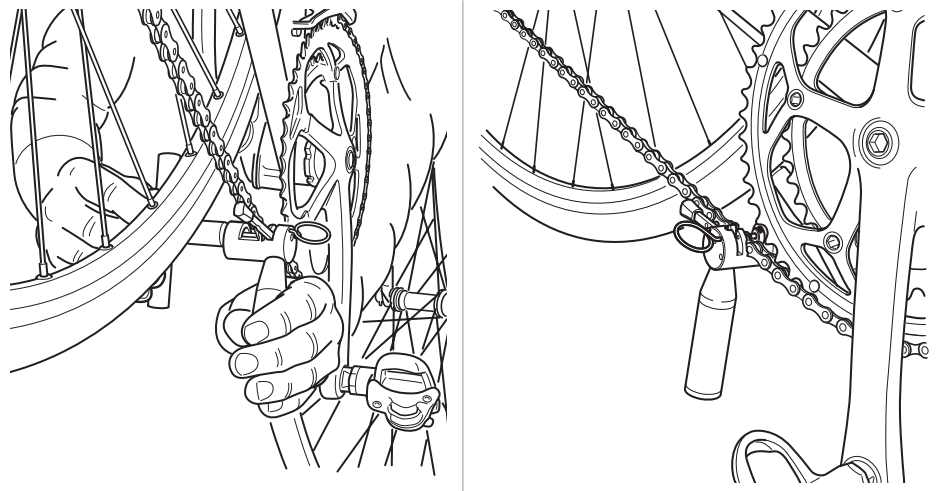

Abb.10
• Das Werkzeug UT-CN400 (12s) / UT-CN300 (11s / 12s) losschrauben (Abb.10).
• Das Werkzeug UT-CN400 (12s) / UT-CN300 (11s / 12s) wie in Abb.10 gezeigt positionieren.